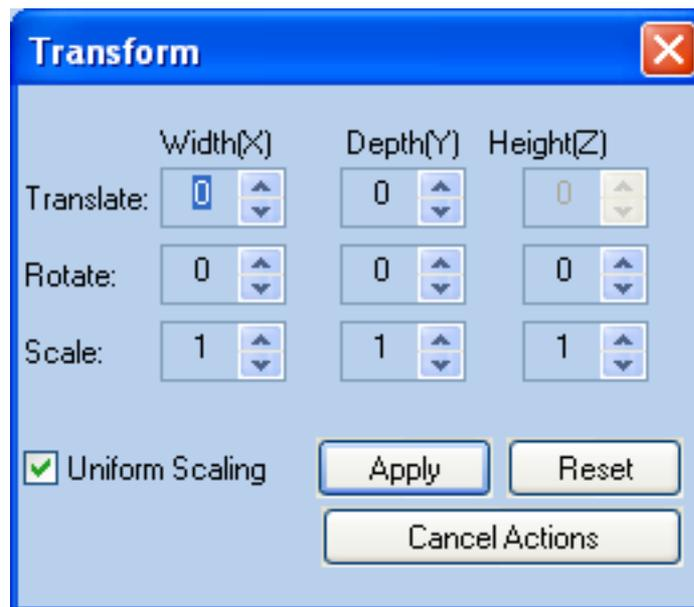

Figura 5-28 Cuadro de diálogo *Transform* (Transformar)
- Visualice el cuadro de diálogo *Transform* (Transformar) (consulte Figura 5-28 en la página 5-32).